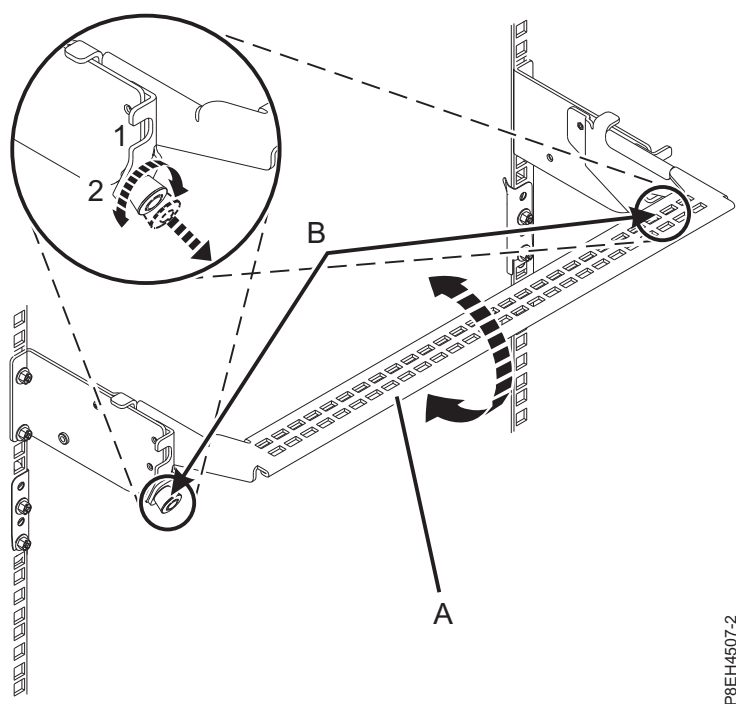

図 47. ケーブル管理ブラケットの保守位置への設置
8. PCIe3 拡張ドロワーの背面で、ケーブル管理ブラケットを保守位置に置きます。46 ページの図 47を参照してください。
- a. 1/4 回転ファスナー (B) を引き出し、ケーブル管理ブラケット (A) を上げた位置 (1) まで持ち上げながらそれらのファスナーを回転させて解放します。
- b. 1/4 回転ファスナー (B) を回転させ、ブラケットにかみ合わせて所定の位置にロックします。